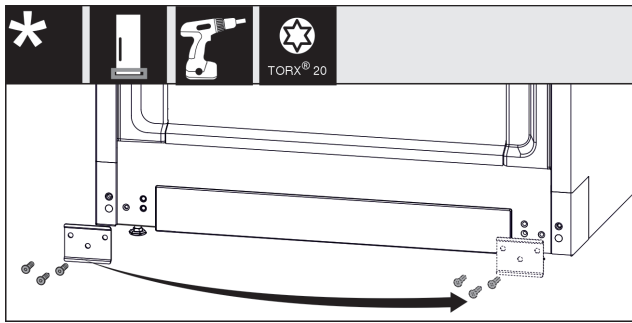

Fig. 12
- ▶ Irrota levy, siirrä se toiselle puolelle ja ruuvaa se takaisin kiinni. Fig. 12 (1)
- ▶ Aseta suojus takaisin paikoilleen toisella puolella. (1)